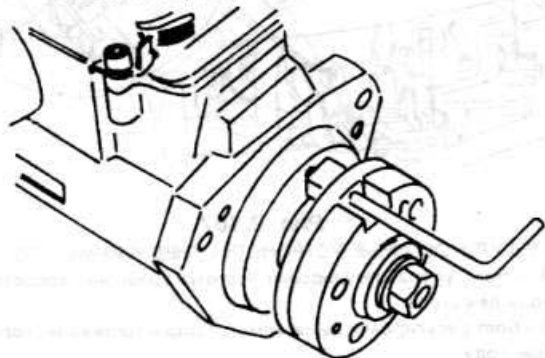

Рис. 2.162
- ♦ Так поверните вал ТНВД, чтобы можно было разместить установочный штифт в положении, показанном на рис. 2.162.